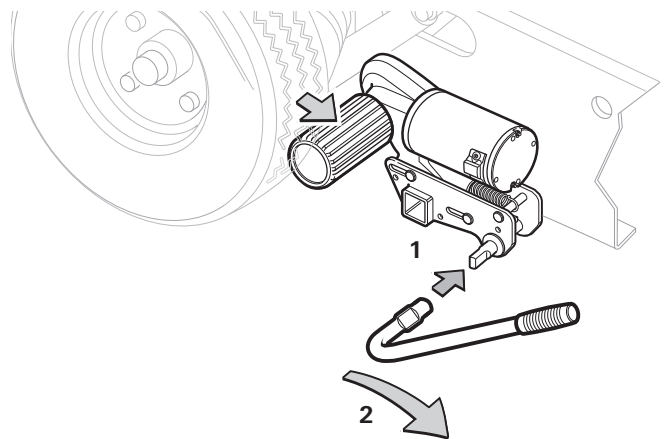
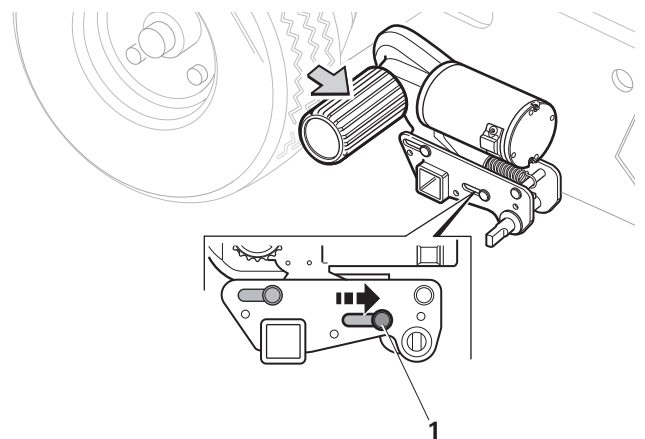

Bild 9
Bild 10
– Den Anschwenkhebel auf die Anschwenkwelle stecken (Bild 9 - 1).
– Anschwenkhebel in Pfeilrichtung (vom Fahrzeuggrad weg) (Bild 9 - 2) drehen, bis die Antriebsrolle in der Endstellung sicher einrastet. Der Positionsindikator im Gehäuse steht jetzt auf „X“ (Bild 10 - 1).